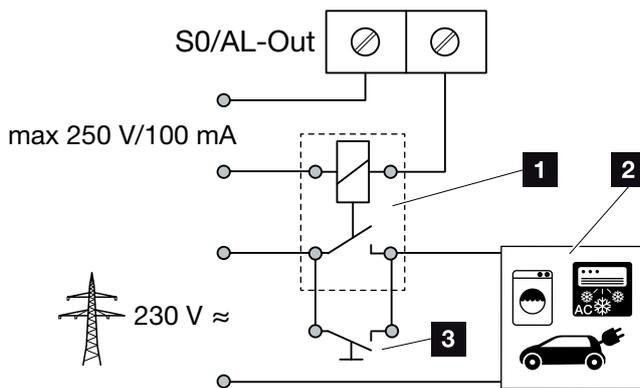

Fig. 54 : Raccordement électrique pour l'autoconsommation
1. Raccorder correctement le relais de charge externe à la borne de raccordement SO/AL-Out.  **Fig. 54**